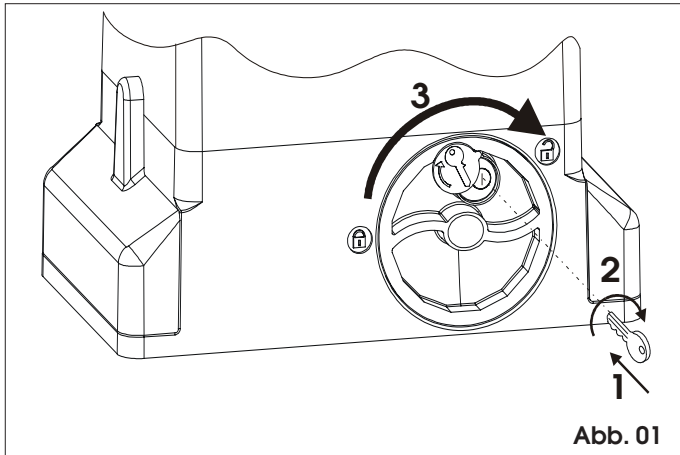

Abb. 01
- 1) Den mitgelieferten Schlüssel stecken und im Uhrzeigersinn drehen, wie in Abb. 01 Bez. 1 und 2 gezeigt
- 2) Das Entriegelungssystem im Uhrzeigersinn bis zum mechanischen Anschlag drehen, Abb. 01 Bez. 3.